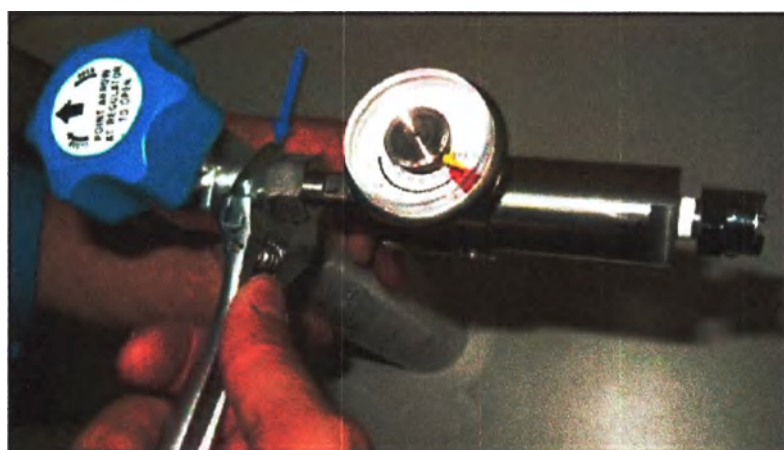

Рисунок 3-7
- 1 Баллон с газом ISPAN серы гексафторид: Поместите уплотнительное кольцо (уплотнительное кольцо для Баллона с газом ISPAN серы гексафторид) в фитинг регулятора (рисунок 3-6) и подсоедините регулятор к баллону с газом ISPAN серы гексафторид через навинчиваемый компрессионный фитинг. С помощью гаечного ключа осторожно затяните регулятор резервуара (см. рисунок 3-7). Название газа указывают на корпусе каждого регулятора.